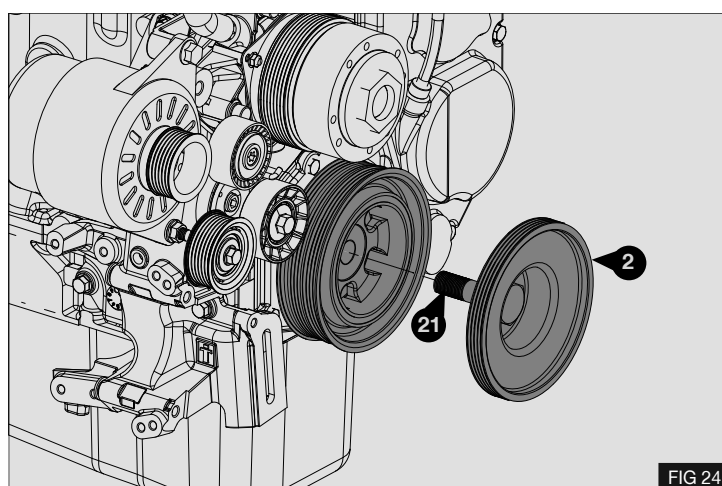

FIG 24
2. Fissare la puleggia (2) con il bullone (14); assicurarsi che sia posizionata correttamente, - Fig 24.
3. Utilizzando il metodo descritto dettagliatamente in precedenza, bloccare il motore e stringere il bullone (14) a 350 Nm / 258 Lb ft
4. Una volta serrato correttamente il bullone dell'albero motore (21), riposizionare il motore del motorino di avviamento (N) utilizzando i dispositivi di fissaggio originali nei relativi fori originali e stringere a 25 Nm / 18 Lb ft